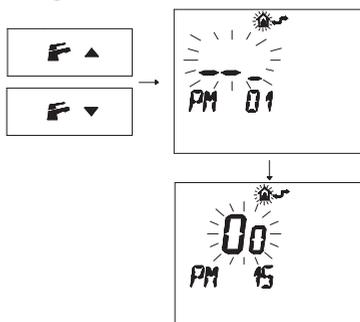

Figura 5.21
- Pulse los botones **F** y **▲** o **F** y **▼** para acceder al ajuste "PM15" de habilitación de la sonda externa (Figura 5.21).